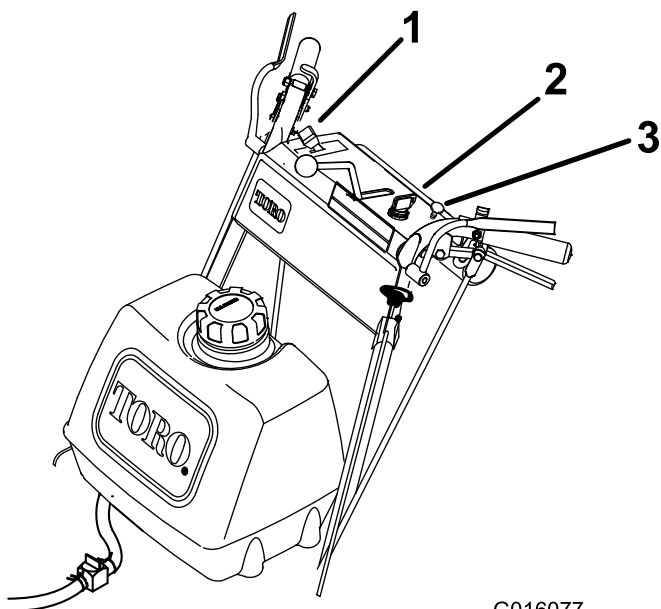

Figure 9
11. Repoussez le starter quand le moteur est chaud (Figure 9).
2. Placez la manette d'accélérateur en position de bas régime (Figure 9).